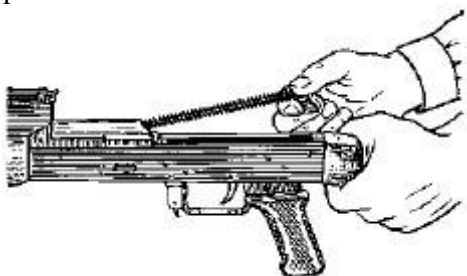

Рис. 14.
5) *Отделить возвратный механизм.* Удерживая автомат левой рукой за шейку приклада, правой рукой подать вперед направляющий стержень возвратного механизма до выхода его пятки из продольного паза ствольной коробки; приподнять задний конец направляющего стержня (рис. 14) и извлечь возвратный механизм из канала затворной рамы.